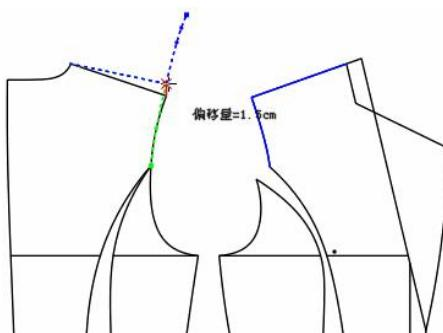

图 3
3. 如图 2, 夹圈拼在一起, 用左键可调整曲线上的控制点。如果调整公共点按 Shift 键, 则该点在水平垂直方向移动, 如图 3;